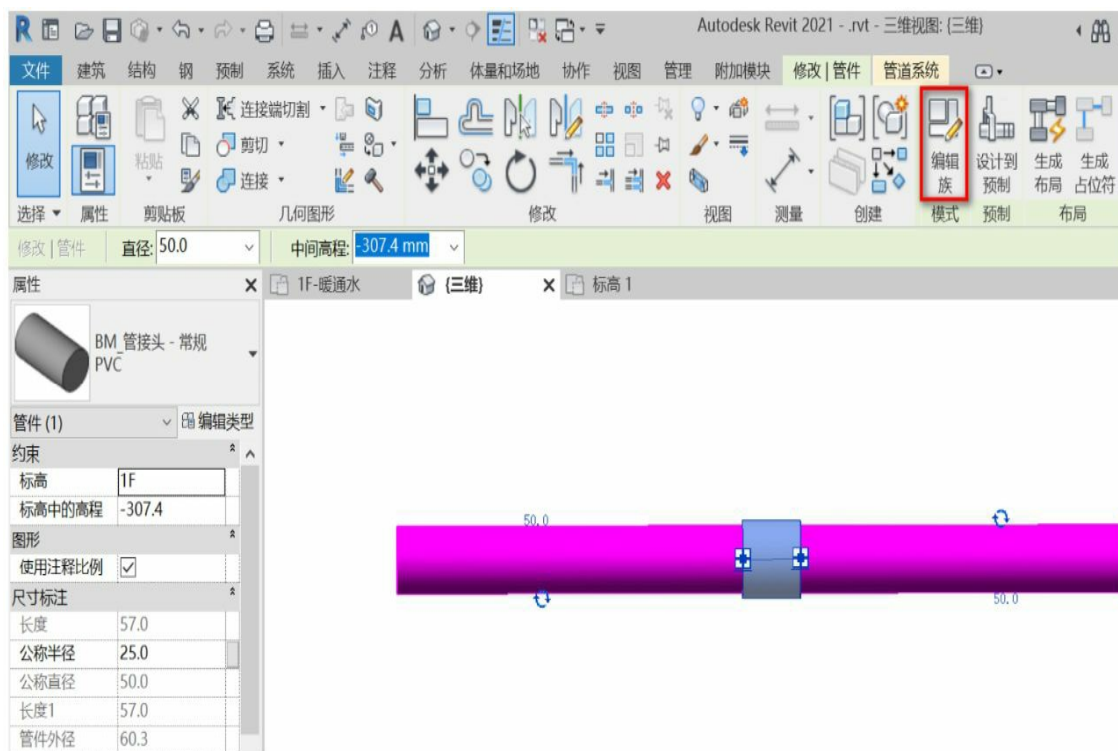

图3-80
(2) 选择活接头，发现在类型选择器中并没有需要的阀门种类，因为活接头的族类型为“管件”，阀门的族类型为“管路附件”，为了将活接头替换为阀门，需要将活接头的族类型修改成阀门的族类型，即“管路附件”。选择活接头，单击“修改|管件”选项卡>“模式”>“编辑族”，进入族编辑模式，如图3-80所示。